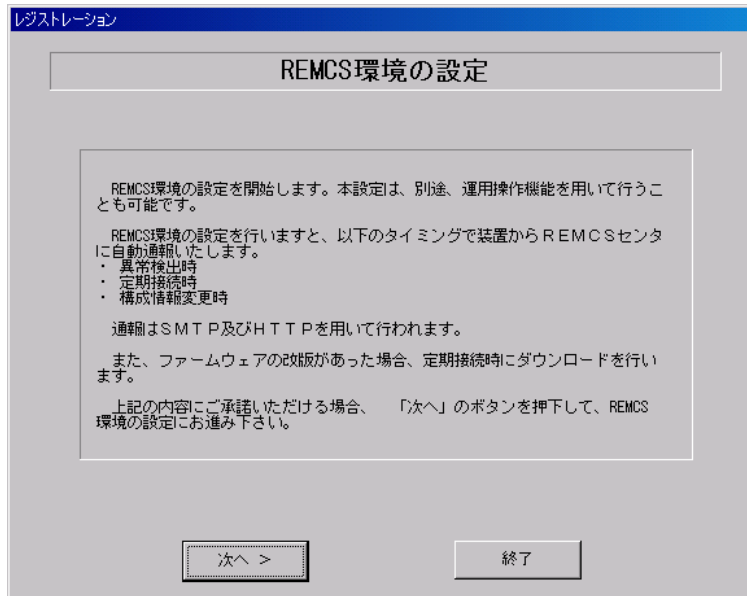

図 4-48 REMCS 環境設定(P-P 接続)
- 13** 「4.3.1 レジストレーション(P-P 接続)」の完了後、REMCS 環境設定画面(図 4-48)が表示されます。画面の説明をお読みください。